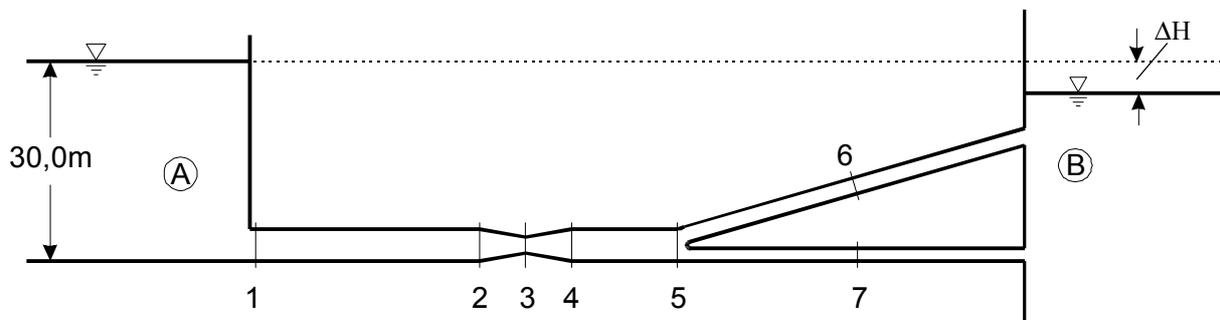

Abb. 5.6: Rohrleitungssystem
Die beiden großen Behälter A und B in Abb. 5.6 sind durch ein Rohrleitungssystem miteinander verbunden. Zwischen den Rohrleitungsstellen 2 und 3 wird die Druckhöhendifferenz Δh gemessen.
5.6.4 skizzieren Sie den Verlauf von Drucklinie und Energielinie in Abb. 5.6.